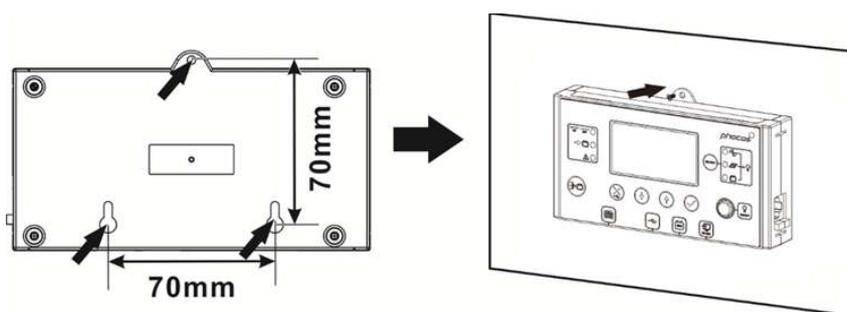

Fig. 12 : Emplacements de montage du télé-affichage
5. Percer les trois trous de montage dans les distances marquées de 70 mm, 2,76 pi (**Fig. 12**, gauche). Utilisez des vis de diamètre M3, taille no 4. Les têtes de vis doivent être comprises entre 5 et 7 mm, 0,2 et 0,3 po. Vissez les deux vis inférieures dans le mur où le module d'affichage doit être monté et laissez les têtes de vis dépasser de 2 mm, 0,08 po. du mur. Faites glisser l'écran vers le bas sur les têtes de vis saillantes. Maintenant, insérez et serrez la troisième vis en haut (**Fig. 12**, droite).